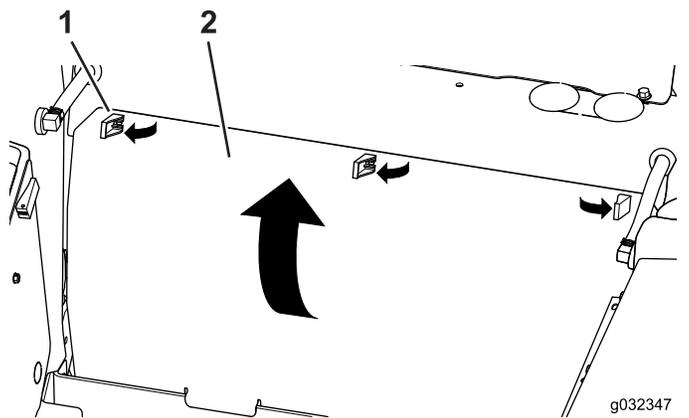

Рисунок 7
2. Отсоедините три натяжных защелки и снимите заднюю панель (Рисунок 7).